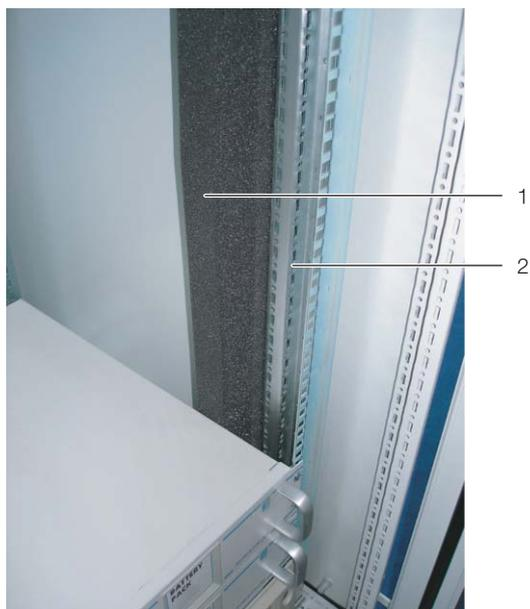

Рис. 11: Поролоновые полосы на одном профиле серверного шкафа
- Закрепите более широкую (арт. № 3301.370 / 3301.320) из двух поролоновых полосок, из ком-плектующих LCP DX, снаружи на одном из перед-них профилей серверного шкафа (рис. 11). Обратите внимание на то, чтобы эти полоски были размещены с той стороны шкафа, с которой будет установлен LCP DX.
- Если LCP DX монтируется только с одной сто-роны: закрепите более узкую (арт. № 3301.380 / 3301.390) из двух поролоновых полосок из ком-плектующих LCP DX снаружи на одном из перед-них профилей серверного шкафа (рис. 11). Обратите внимание на то, чтобы эти полоски были